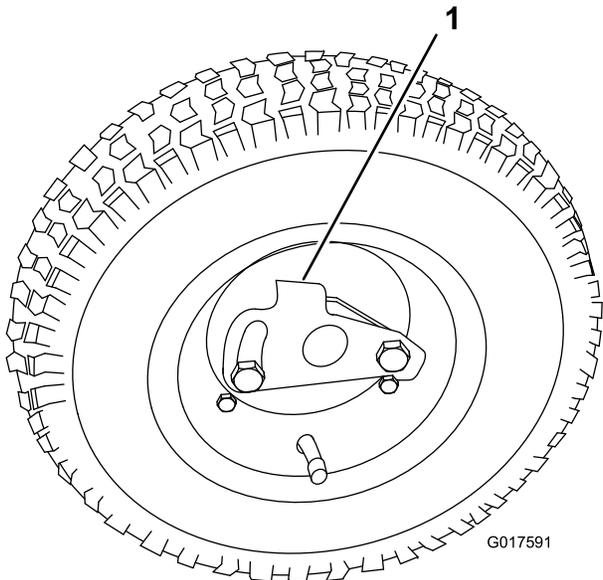

Bild 10
3. Drehen Sie den Radbefestigungsclip weg von der Mitte des Rads, damit er weiter auf die Achse gleiten kann (Bild 10).